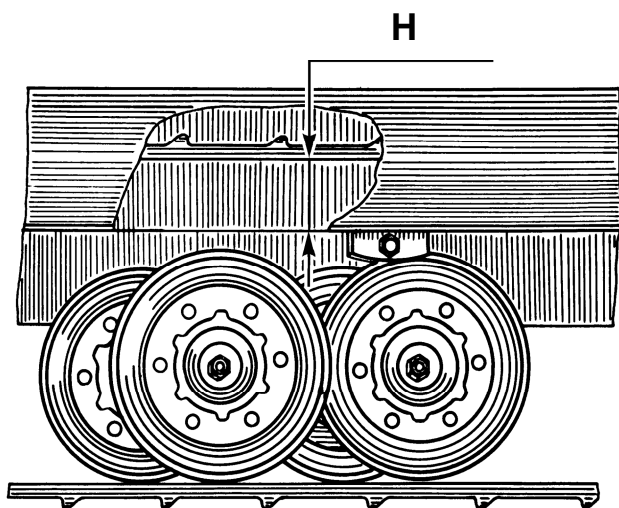

Рис. 22 – Регулировка натяжения гусениц
– проверьте натяжение гусениц. Для снегоходов БУРАН А, АЕ, АТЕ расстояние Н (рис. 22) между внутренней поверхностью верхней ветви гусеницы и нижней поверхностью угольника рамы у второго кронштейна крепления катков балансиров впереди по ходу снегохода должно быть 55...65 мм, а для снегоходов БУРАН АД, АДЕ, АДТЕ – 60...70 мм.